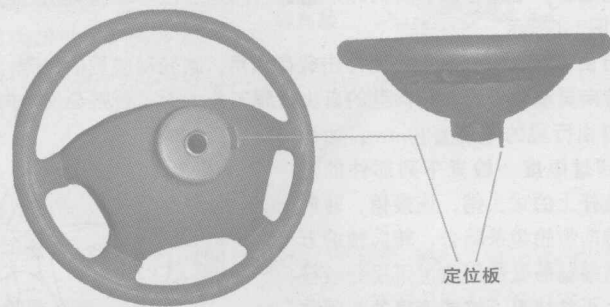

图2-11 转向盘定位凸板与定位槽安装
- 2) 将转向盘安装到转向管柱花键轴上 (图2-11), 确保转向盘定位凸板与开口对正 (有部分车型转向盘采用定位槽, 原理相同)。安装转向盘时, 不要用力击打转向盘和转向管柱。